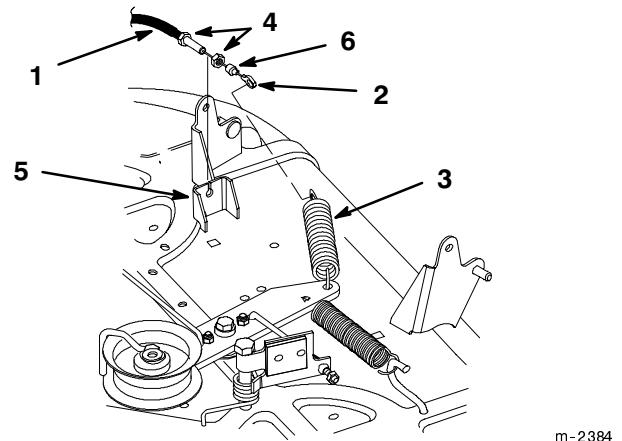

Figure 47
10. Enlevez la bague en caoutchouc et le premier contre-écrou. Vissez complètement le deuxième contre-écrou sur le câble de PdF. Passez le câble dans la fente du support du plateau, puis vissez le second contre-écrou sur le câble (Fig. 47).
11. Accrochez l'extrémité du câble de PdF au ressort de galet tendeur (Fig. 47).